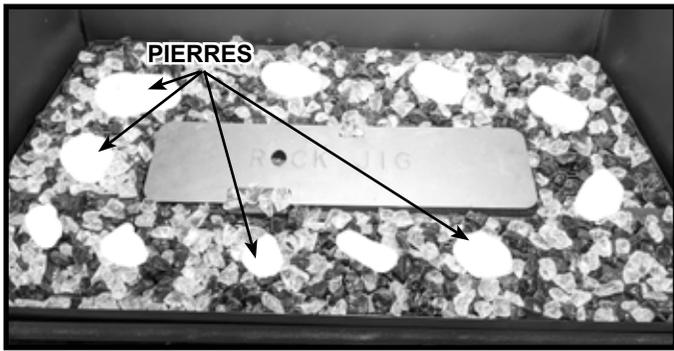

Figure 11.7 Placez les pierres
- Disposez les pierres de manière aléatoire autour du support à pierre, comme illustré à la figure 11.7.